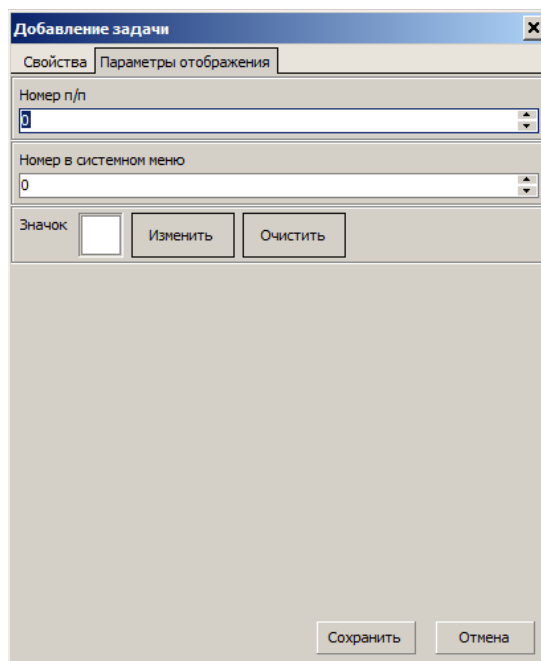

Рисунок 268.Вкладка "Параметры отображения"
5.6 Перейти на вкладку «**Параметры отображения**» (рис. 268).